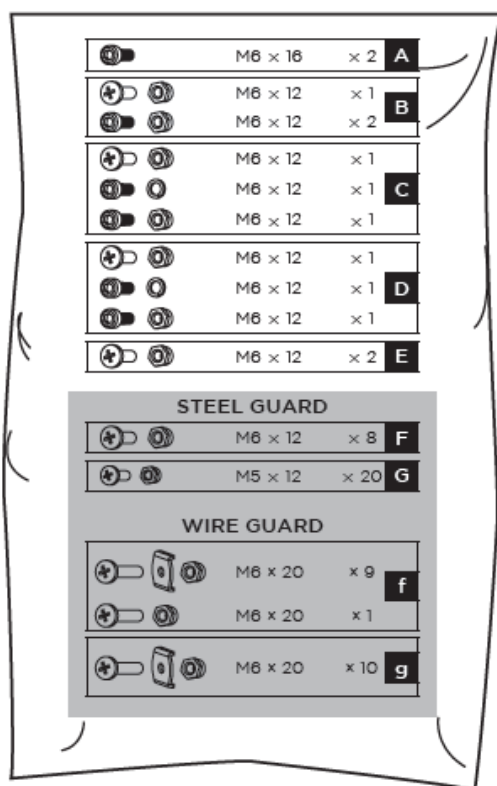

Fig.1
16.Pachet de accesorii (fig.1)